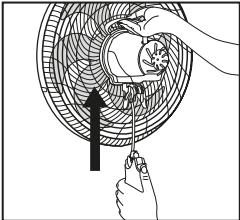

Figura 3
4. Para soltar o motor da base de apoio, segure com uma mão e acione, com a outra, o botão ejetor da base para cima. Mantendo o botão ejetor nessa posição, aplique uma leve força para separar o motor da base conforme figura 3.